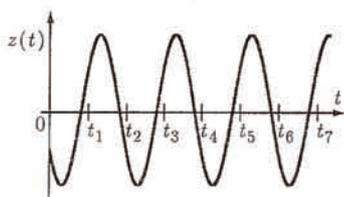

図 1-5
と表すことができる。式 (1) の右辺の演算を実行し結果を整理して、質量 I の  $t > T$  における単振動の振幅  $A$  を分離時刻  $T$  の関数として示せ。ただし、図 1-5 に示すような時刻  $t_n = \frac{n\pi}{\omega}$  (ただし  $n$  は自然数) において変位  $z(t_n) \neq 0$  である場合を含む一般の単振動の変位を表すためには、 $z(t) = Z \sin(\omega t + \theta)$  のように正弦関数と 3 つの定数  $Z, \omega$ , および  $\theta$  が必要となることに留意せよ。